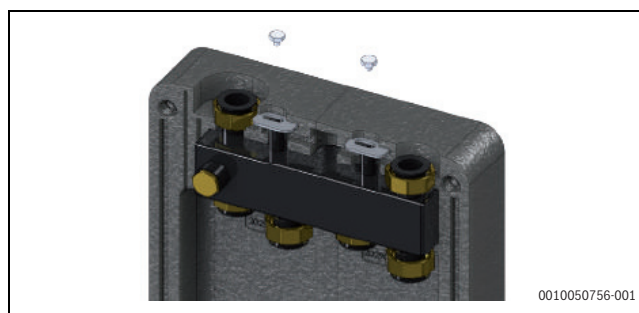

Bild 131 Schrauben entfernen
2. Schrauben mit einem Schraubenschlüssel herausschrauben (→ Abb. 131).